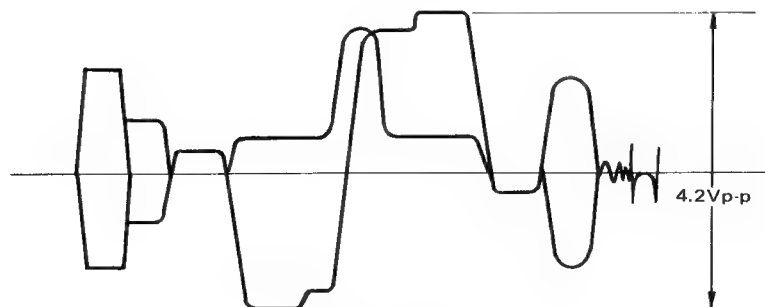

Fig. 41 Abb. 41
4. Adjust sub color control (R633) to obtain the 4.2Vp-p waveform as in fig. 41.
4. Farb-Grundregler (R633) so einstellen, daß eine Kurve nach Abb. 41 mit einer Amplitude von $4.2V_{ss}$ erscheint.